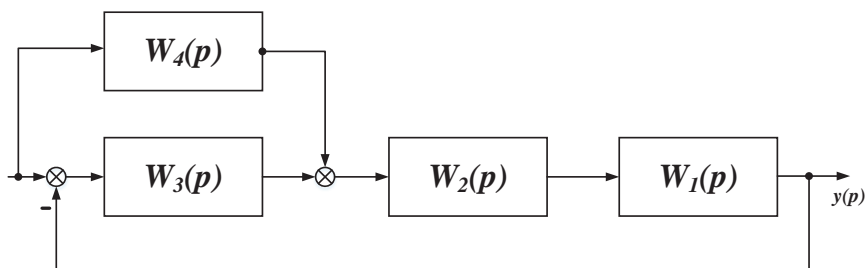

Рисунок 8
3. Определить передаточную функцию для САУ, структурная схема которой представлена на рис. 8, если